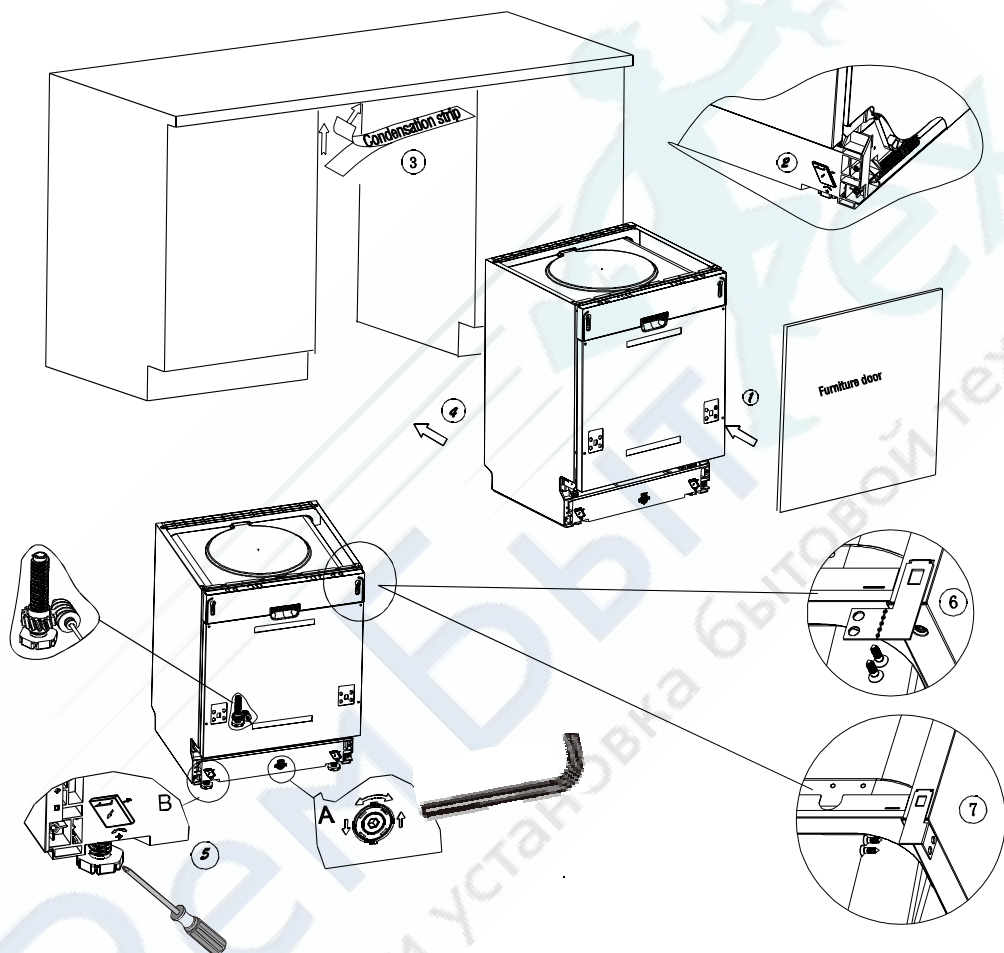

Рис. 7. Последовательность установки посудомоечной машины
1. Используя скобы, прикрепите декоративную дверцу от вашей мебели к дверце машины (см. п. 1 на рис. 7).
2. Отрегулируйте натяжение пружин дверцы при помощи торцевого ключа, поворачивая его по часовой стрелке для натяжения пружины и против часовой стрелки для того, чтобы ослабить пружины дверцы. Невыполнение данной операции может привести к повреждению посудомоечной машины (см. п. 2 на рис. 7).
6. Поместите посудомоечную машину на направляющие (см. п. 4 на рис. 7).
9. Выровняйте машину. Задние ножки можно регулировать винтами, расположенными спереди (см. п. 6а на рис. 7). С помощью ключа отрегулируйте передние ножки (см. п. 6в на рис. 7).
A. Если у Вас столешница из дерева или ДСП, прикрутите машину к ней шурупами по дереву, будьте осторожны, вес машины может вырвать шурупы из дерева (см. п. 7 на рис. 7).
B. Если у Вас мраморная или гранитная столешница используйте скобы, чтобы прикрепить машину к стенам соседней мебели, при этом необходимо закрыть винты резиновыми шляпками, чтобы не повредить столешницу (см. п. 8 на рис. 7).
2. Машина разработана так, чтобы пользователь мог регулировать ножки, используя винты в передней части (см. рис. 7).